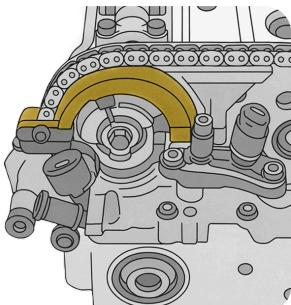

Abb.2
5. Nockenwellen-Einstellplatte in die Schlitze an der Rückseite der Nockenwellen einsetzen (siehe Abb. 2).